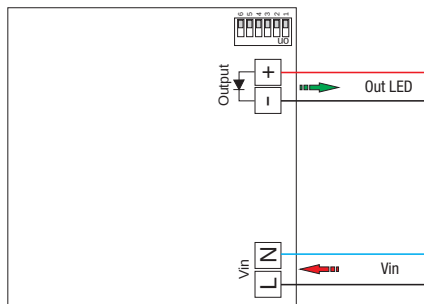

Fig. 2 - RN9160
A - Funzione 0÷10Vdc (S10) - DIM34... (R) - Fig. 2 - Tramite segnale di controllo 0÷10Vdc (RN9160)